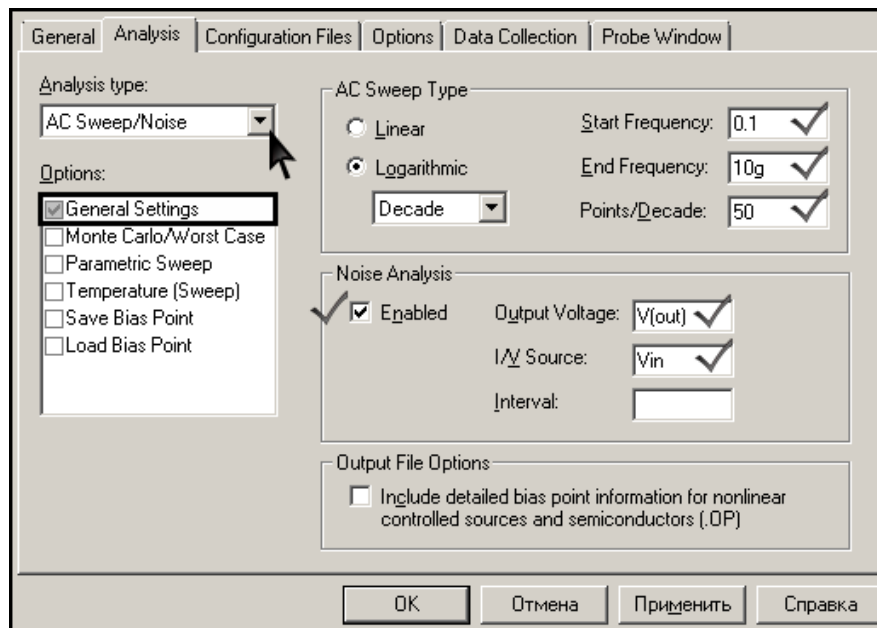

Рис. 76. Настройка анализа шумов
5. Выбрать тип анализа **AC Sweep**, настроить параметры для съема АЧХ. В разделе окна **Noise Analysis** установить флажок **Enabled** (разрешить анализ шумов). В поле **Output Voltage** (выходное напряжение – для какой точки схемы произвести анализ шумов) указать напряжение на выходе каскада. В поле **I/V Source** (источник, для которого вычисляется эквивалентный входной шум) указать обозначение входного источника. Пример показан на **рис. 76**.